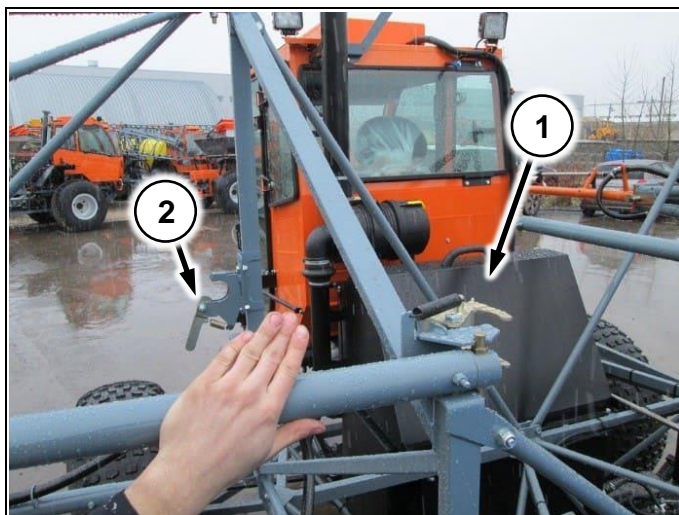

Рис. 69
4. Убедиться, что пальцы корневой секции попали в упор и закрыть замок (Рис. 69/1)
Перед раскладыванием штанг убедиться, что замок концевой секции на пирамиде (Рис. 69/1) открыт!
Флажки на штангах идентичные и выглядят как на Рис. 69/2